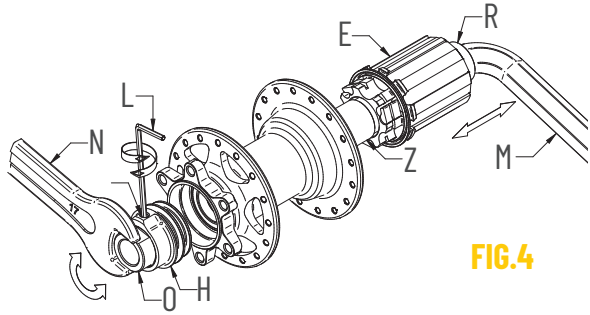
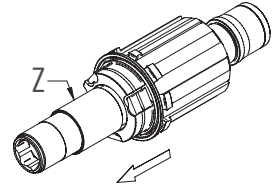

FIG. 4
FIG. 5
- Inserite una chiave a brugola da 12 (M) sul lato destro del mozzo (Fig. 4).
- Con l'ausilio di una chiave tradizionale (N), svitate lo scontro (O).
- Sfilate il perno del mozzo posteriore con il corpo ruota libera (E). Se necessario, a questo punto potete:
- Sfilare dal perno il corpo ruota libera con il relativo distanziale (Z) e procedere alla pulizia dei cricchetti. Attenzione: i cuscinetti del corpo ruota libera NON sono sostituibili.
vo distanziale (Z) nel perno (Fig. 5).